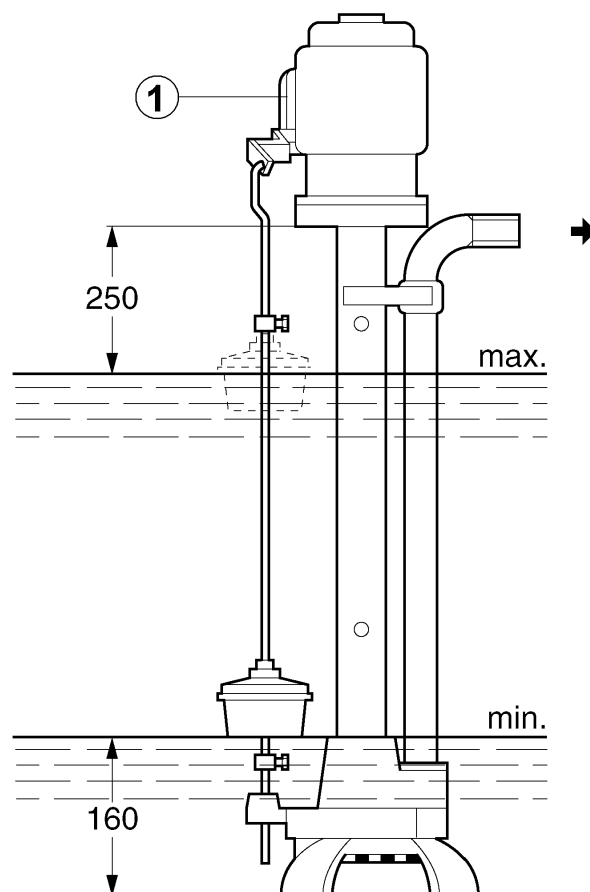

Fig. 1
VC 32 : Commutateur dans le bornier moteur (figure 1, pos. 1)
5.1 Montage (fig. 1, 2)